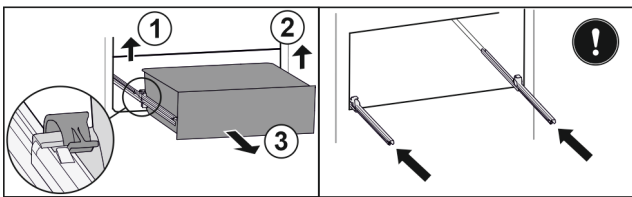

Fig. 191
- ▶ Приподнимите левый зажим и одновременно вытяните движением вперед выдвижной ящик слева. Fig. 191 (1)
- ▶ Приподнимите правый зажим и одновременно вытяните движением вперед выдвижной ящик справа. Fig. 191 (2)
- ▶ Извлеките выдвижной ящик движением вперед. Fig. 191 (3)